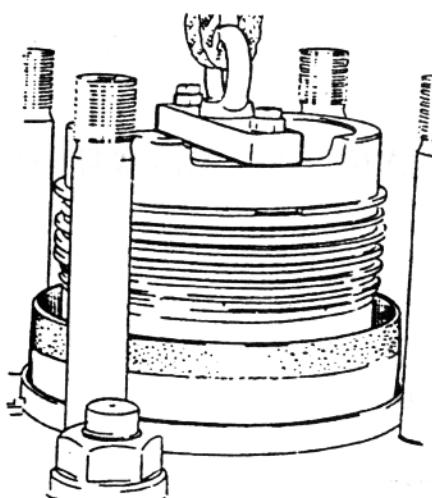

图 1-4 活塞组件的吊出
2)在活塞顶装上专用提升工具,如图 1-4 所示,利用手拉葫芦吊起活塞连杆组件。起吊葫芦的索引绳应与气缸中心线在同一直线位置上。